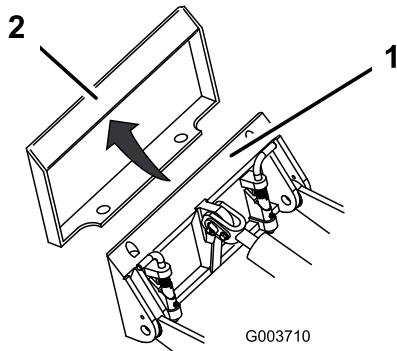

Figura 24
4. Posizionate la piastra di appoggio nel bordo superiore della piastra ricevente dell'attrezzo (Figura 24).